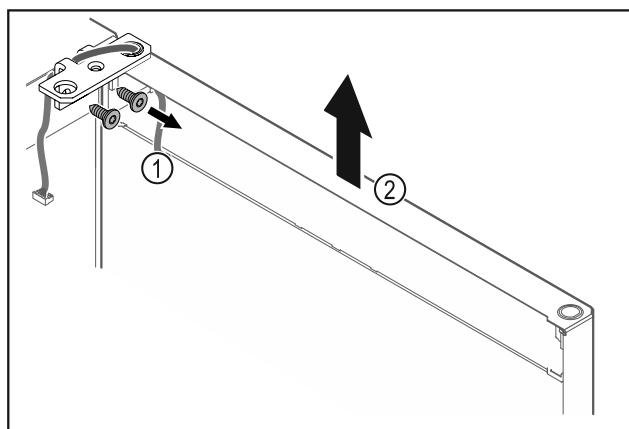

Fig. 18
- ▶ Развинете ъгъла на пантата Fig. 18 (1).
- ▶ Повдигнете вратата заедно с ъгъла на пантата Fig. 18 (2) приблизително 200 mm право нагоре и я свалете.